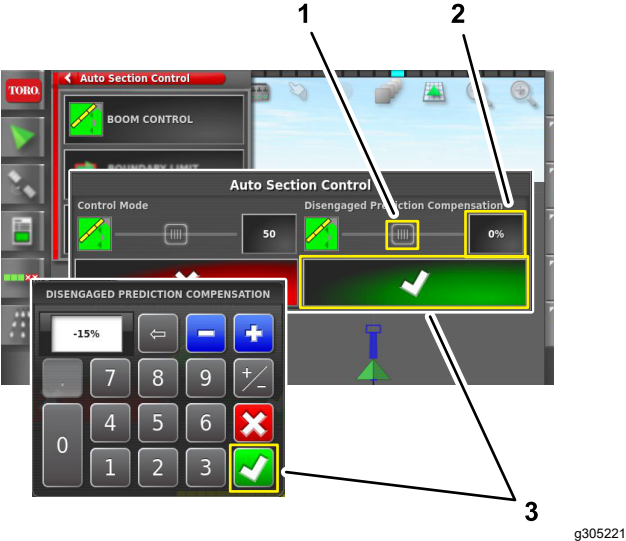

图 110
- 3. 按如下方法调整分离预测补偿设置 图 110
- 按数值图标用显示屏键盘输入正+值、中性0值或负-值然后按“确认”图标 图 110。
- 左右滑动显示屏滑块 图 110。